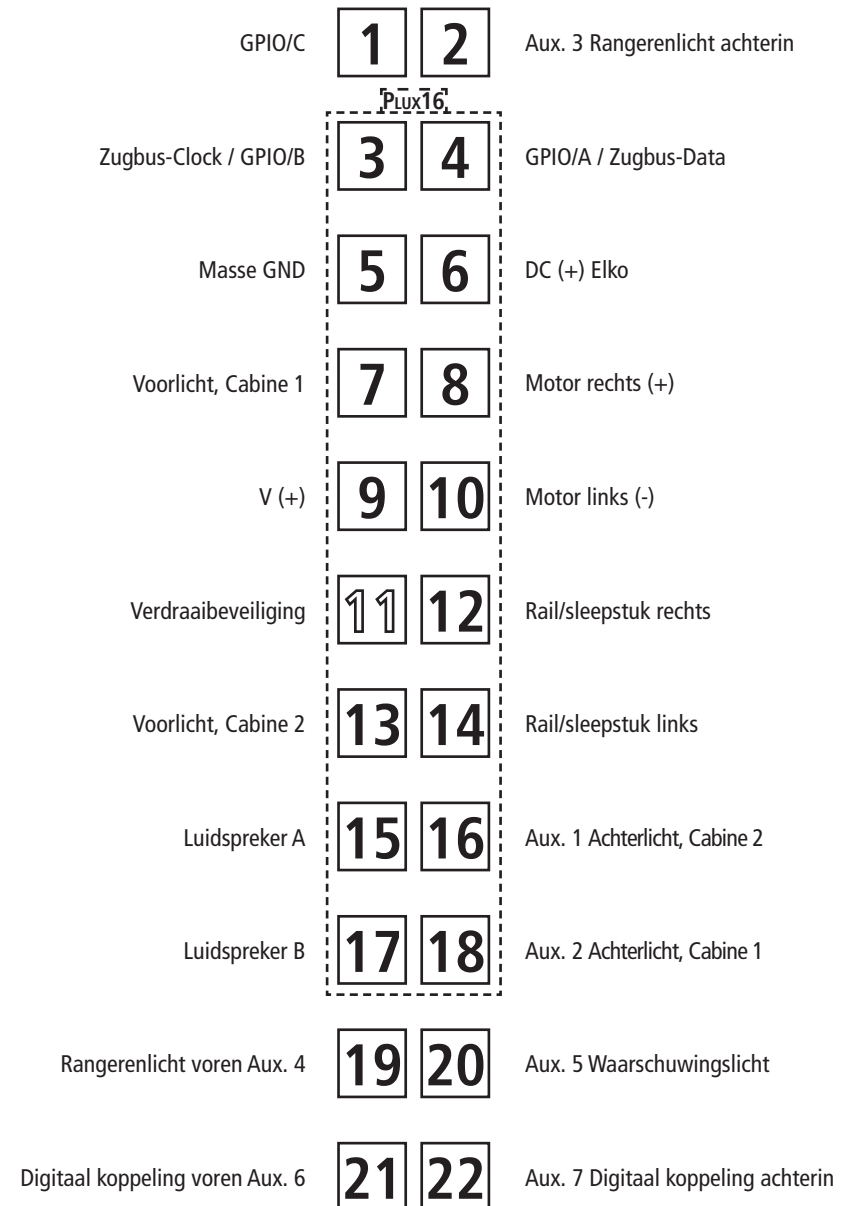

Fig. 5
4. Het vervangen van de koolborstels: Loc-kap verwijderen (fig. 3). Daarna tilt u de motor eruit en kunt u de borstels vervangen (fig. 5).